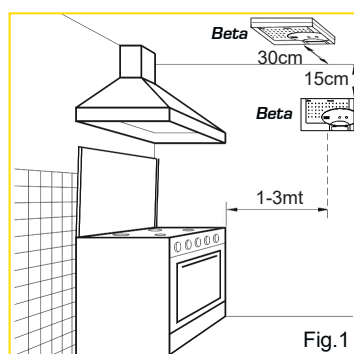

Fig.1
1) Montaggio a soffitto (Fig. 1):
- ad una distanza di almeno 30cm da qualsiasi parete, trave o supporto a soffitto (Fig. 1).
2) Montaggio a parete (Fig. 1):